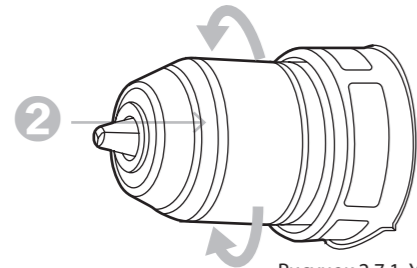

Рисунок 2.7.1. Установка оснастки
1 Поверните втулку патрона «2» (рисунок 2.7.1.) против часовой стрелки для открытия зажимных кулачков настолько, чтобы можно было вставить оснастку. Вставьте оснастку в патрон как можно глубже.
Поверните втулку патрона «2» (рисунок 2.7.1.) по часовой стрелке для затяжки патрона.
② Для снятия биты, поверните втулку «2» (рисунок 2.7.1.) против часовой стрелки. При использовании бит-насадок всегда применяйте универсальный держатель. Используйте только бит-насадки, подходящие к головке винта.